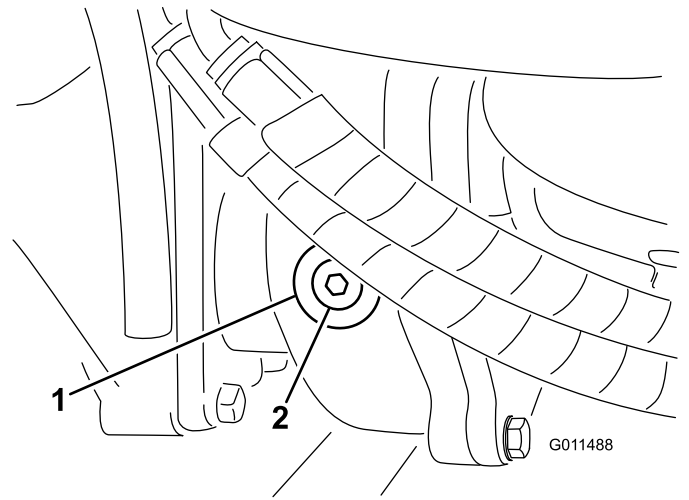

Bild 95
- Entfernen Sie die Prüf-/Füllschraube an der linken Getriebeseite (**Bild 95**) und stellen sicher, dass der Schmierstoff die Unterseite des Lochs erreicht. Füllen Sie bei einem niedrigen Stand genug Schmiermittel auf, um den Stand bis an die Unterseite des Lochs anzuheben.